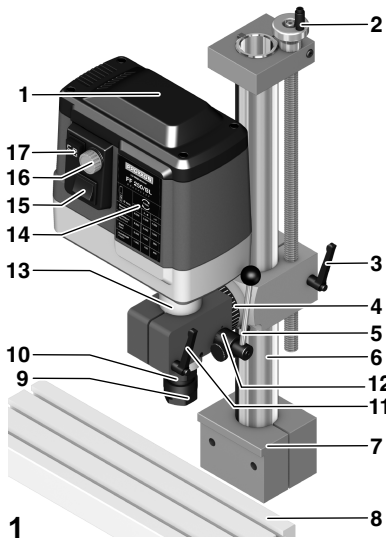

Fig. 1
2.4 Gesamtansicht Fräse PF 250/BL (Fig. 1)